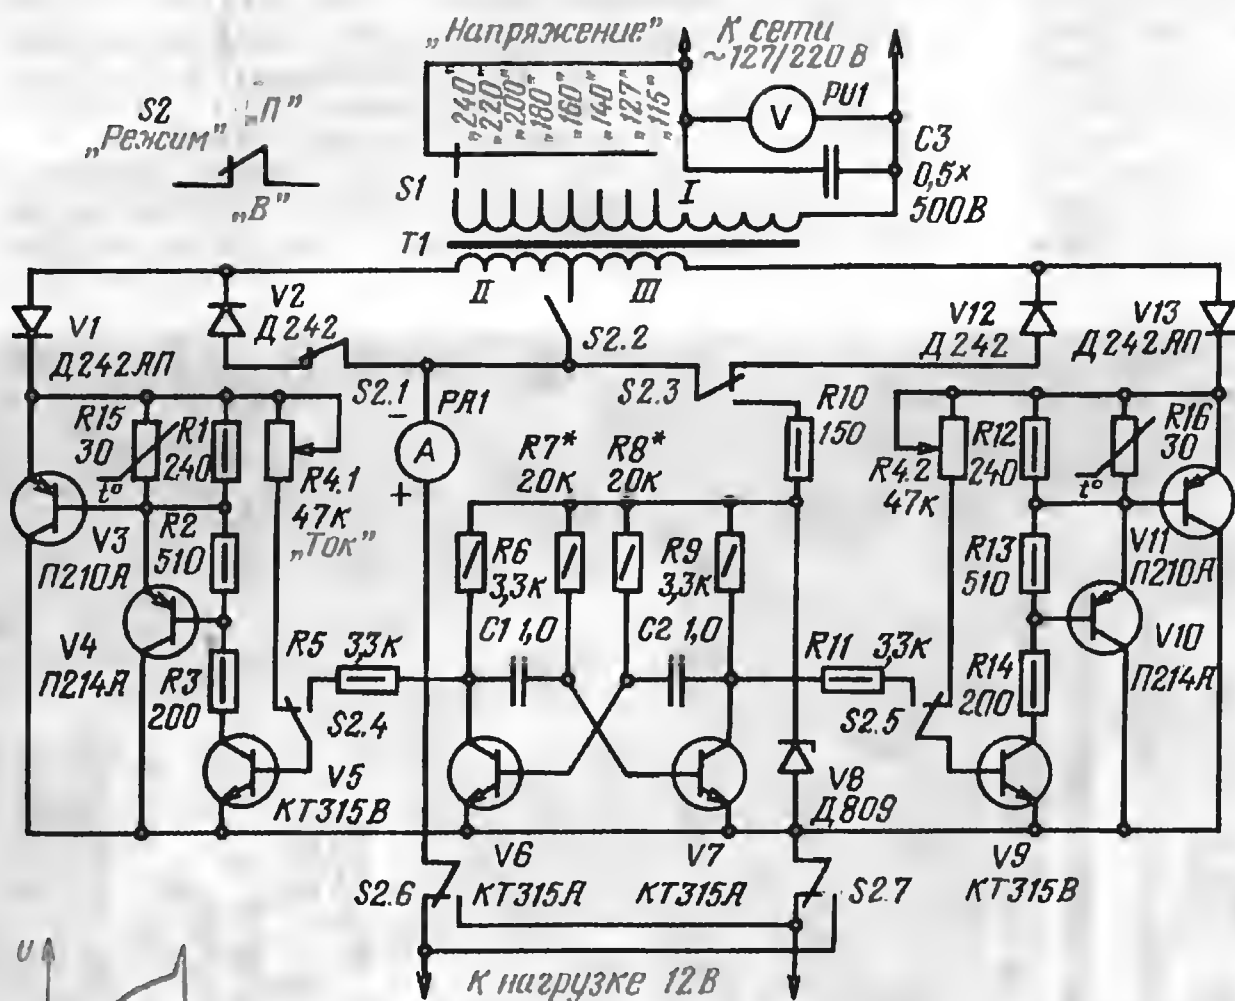

Рис. 1
Схема преобразователя изображена на рис. 1. Режим работы устройства выбирают переключателем $S2$ («П» — преобразователь, «В» — выпрямитель, зарядное устройство). Нагрузку по переменному току и сеть подключают к верхним, по схеме, выводам, а питающую аккумуляторную батарею и низковольтную нагрузку — к нижним. В режиме выпрямителя диодный мост $V1V2V12V13$ подключен к последовательно соединенным обмоткам II и III трансформатора $T1$. Последовательно
Для достижения эффекта голофонии можно использовать обычные стереофонические программы, дополнительно обработанные голофоническим устройством. Принцип работы голофонического устройства поясняется рис. 1. С выхода обычного стереофонического усилителя сигналы левого (L) и правого (R) каналов поступают на вход голофонического устройства U_2 , где претерпевают двойное преобразование. С помощью специальных фильтров в нем выделяются низкочастотные (до 300 Гц) составляющие сигналов обоих каналов, которые поступают на громкоговорители B_L и B_R . Поскольку низкочастотные составляющие сигнала не участвуют в формировании стереоэффекта, эти громкоговорители можно разместить в помещении произвольно.
Рассмотрим работу линейки голофонических громкоговорителей, ограничившись для простоты только левым каналом, поскольку правый канал будет ему зеркально-симметричен. Из-за наличия линии задержки в момент t_1 излучать звук будет только первый громкоговоритель (B_1). В момент t_2 сигнал этого громкоговорителя будет опережать сигнал второго громкоговорителя (B_2) на время задержки t . Таким образом, вследствие запаздываний перед голофоническими громкоговорителями возникают колебания, интенсивность которых от первого до последнего громкоговорителя уменьшается по закону $1/r$. Интенсивность же звуковых колебаний перед первым громкоговорителем уменьшается по закону $1/r^2$. Если работают оба канала одновременно, то перед громкоговорителями появляются два фронта волны, набегающие друг на друга по диагонали. Внутри пространства, ограниченного треугольником, образованным линией размещения громкоговорителей и перпендикулярами к фронтам волны (рис. 1), расхождение во времени распространения и громкости левого и правого каналов настолько незначительно, что возникает эффект прозрачности, пространственности звучания. Этот эффект имеет место и за пределами пространства, ограниченного треугольником, меньшее время распространения сигнала более близкого к слушателю канала здесь компенсируется большим уровнем сигнала более отдаленного канала, поскольку интенсивность первого из них падает по закону $1/r$, а второго — по закону $1/r^2$.